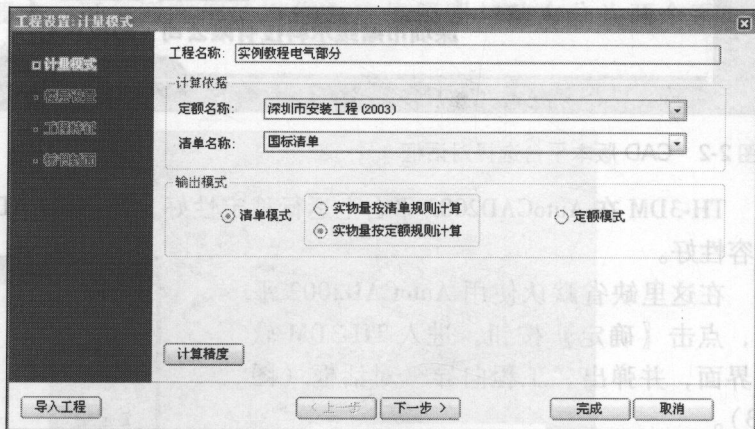

图 2-6 工程设置：计量模式对话框
在“文件名 (N)”栏目内输入“实例教程电气部分”的工程名称, 点击【打开】按钮, 设置的内容被保存, 同时弹出【工程设置: 计量模式】对话框页面 (图 2-6)。